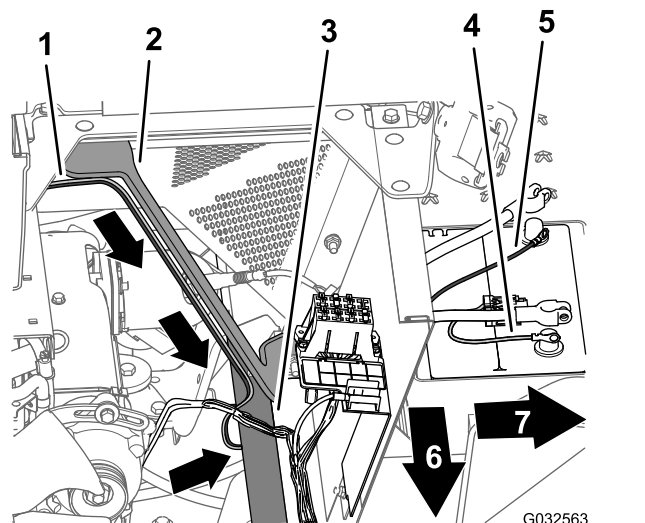

图138
- 向下沿着发动机挡板左支撑架并在左机架管的下方摆放 165cm 线束支管图138。
- 将 165cm 线束支管的 50A 保险丝和正、负极环形端子放到电池顶部图138。